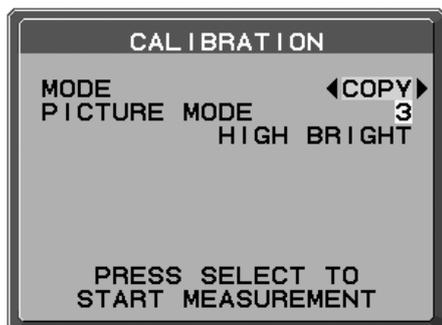

Figura C.3
2. Utilice “IZQUIERDA” o “DERECHA” en la pantalla B y seleccione COPIAR en la selección de MODO (**Figura C.3**).